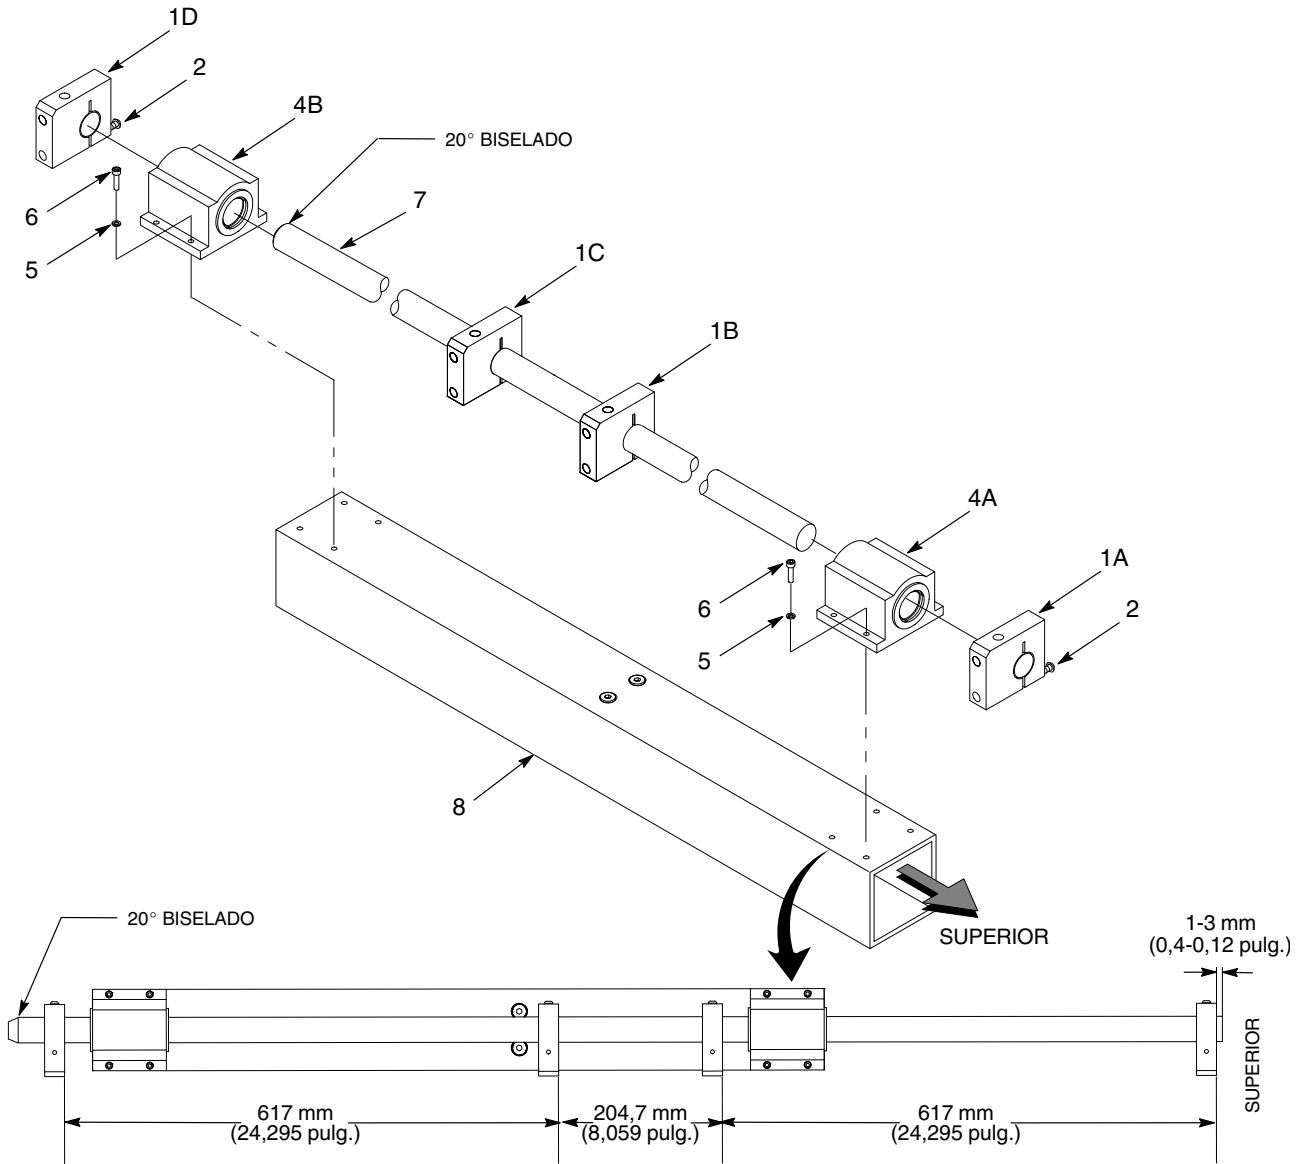

Figura 17 Sustitución de cojinetes
1. Ver la figura 17. Soltar los tornillos (2) que fijan los soportes de los dos ejes posteriores (1A, 1D). Extraer los soportes de los dos ejes posteriores.
2. Extraer los tornillos (6) y las arandelas de bloqueo (5) que fijan los cojinetes (4A, 4B) al tubo de montaje de cojinete (8). Extraer los cojinetes del eje (7).
3. Extraer los dos últimos soportes de eje (1B, 1C) del eje (7).